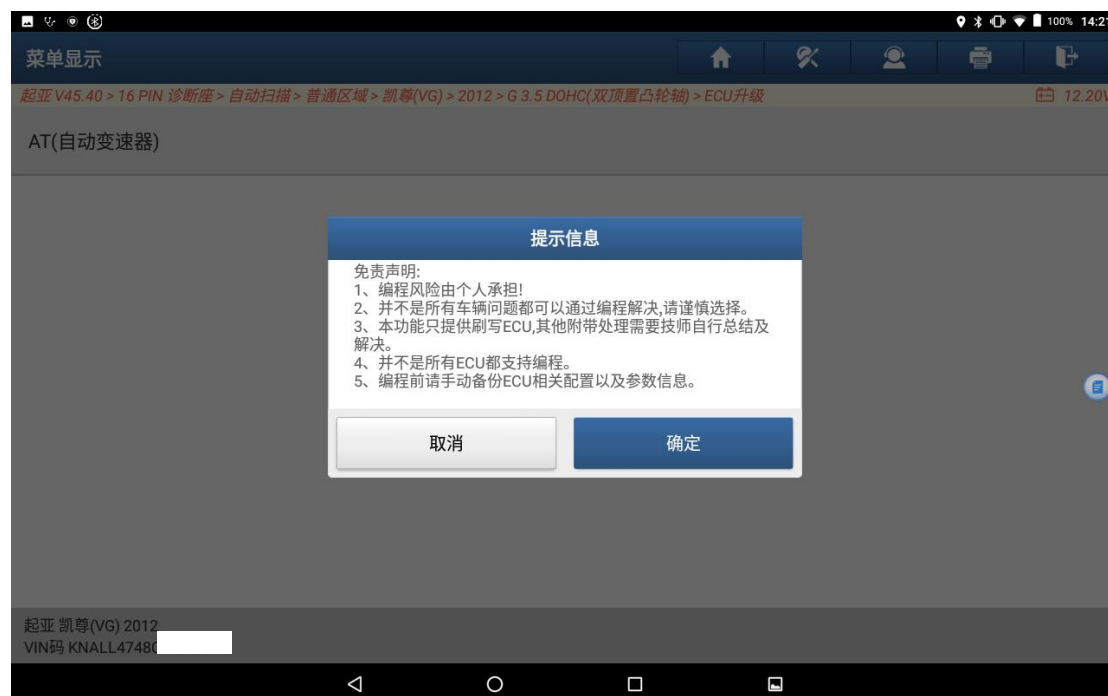

图 6
6. 选择需要编程的系统，如：选择【AT(自动变速器)】，提示相关的警告信息，如图 6；